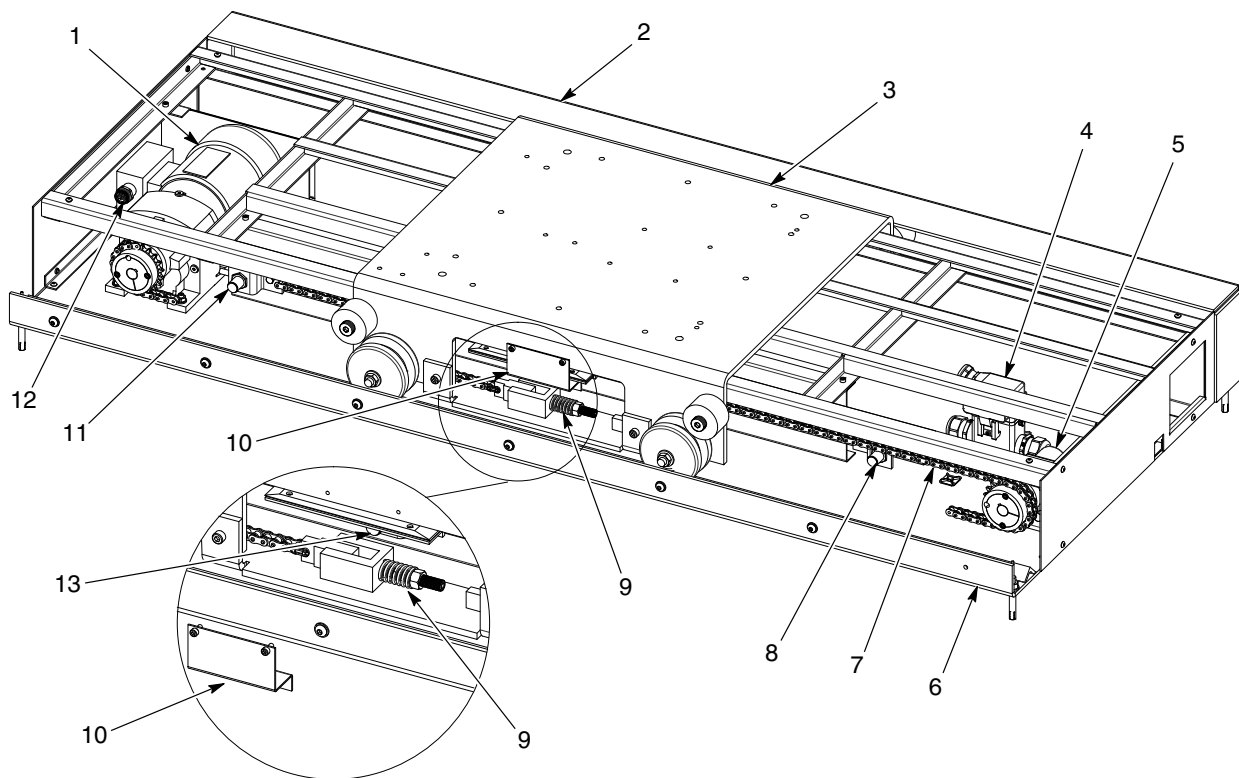

Figura 2 Componentes del posicionador (se muestra sin cable guía)
Ver la figura 2. Un oscilador vertical, reciprocador o soporte de pistolas fijo se emperna directamente al carro (3). El carro está conectado con la correa (7). El motor de engranajes (1) acciona la correa, que mete o saca las pistolas aplicación en/de la cabina. La correa está enrollada en las poleas en cada extremo del posicionador.